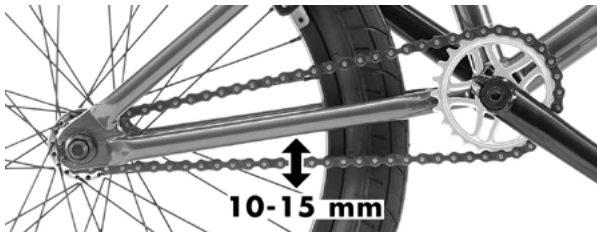

Abb. 2
- Stellen Sie sicher, dass die Kette korrekt gespannt ist, indem Sie mit etwas Druck auf die Kette drücken: Sie sollten die Kette wenigstens 10 mm und höchstens 15 mm durchdrücken können (vgl. Abb. 2).